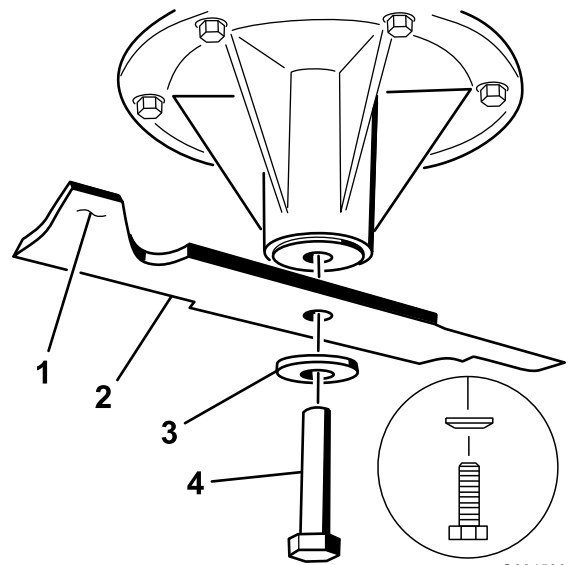

Figura 63
2. En carcasas de corte de 48 pulgadas, retire el perno de la cuchilla, la arandela curva y la cuchilla del eje (Figura 63).
Nota: Si la cuchilla se mantiene horizontal, está equilibrada y puede utilizarse. Si la cuchilla no está equilibrada, rebaje algo del metal en la parte de la vela solamente (Figura 63).
1. Instale la cuchilla en el eje (Figura 63).
Importante: La vela de la cuchilla debe apuntar hacia arriba y hacia el interior del cortacésped para asegurar un corte correcto (Figura 63).
2. En carcasas de cortacésped de 48 pulgadas, instale la cuchilla, la arandela curva y el perno de la cuchilla (Figura 63).